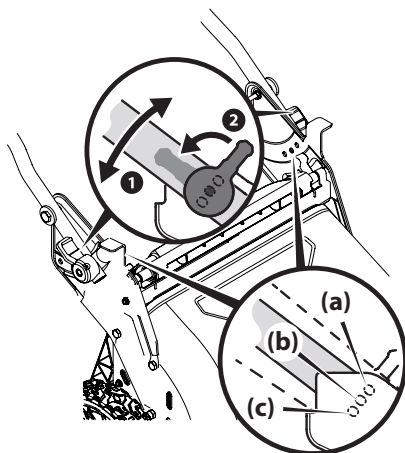

Figura 2
3. Coloque la manija en una de las tres posiciones de altura, baja (a), mediana (b) o alta (c), que se encuentran en los soportes de la manija. Consulte la Figura 2.